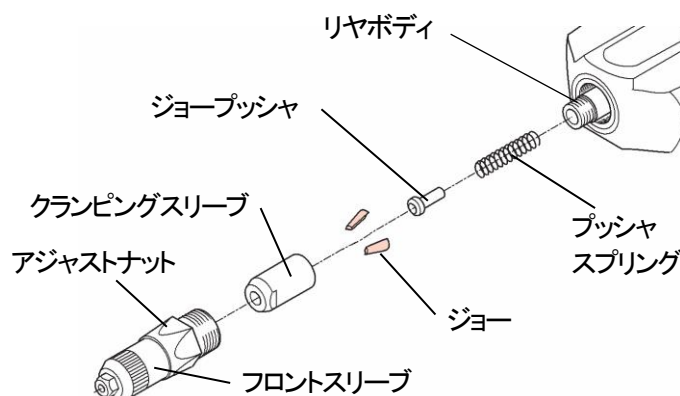

図6-4
(2)17mmスパナ等を使用して、リヤボディからクランピングスリーブを外してください。この時外れてくる部品を図6-4に示します。